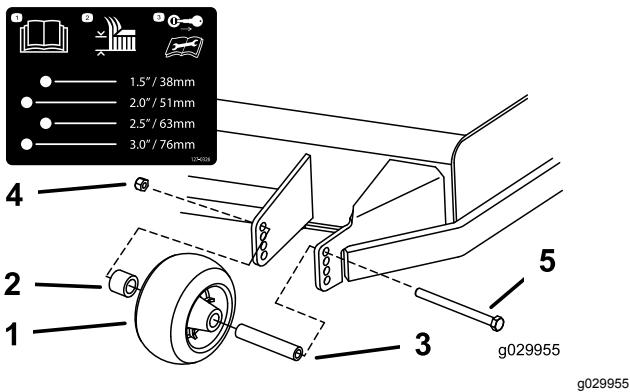

Рисунок 27
3. Отрегулируйте защитные валики, как показано на Рисунок 27.